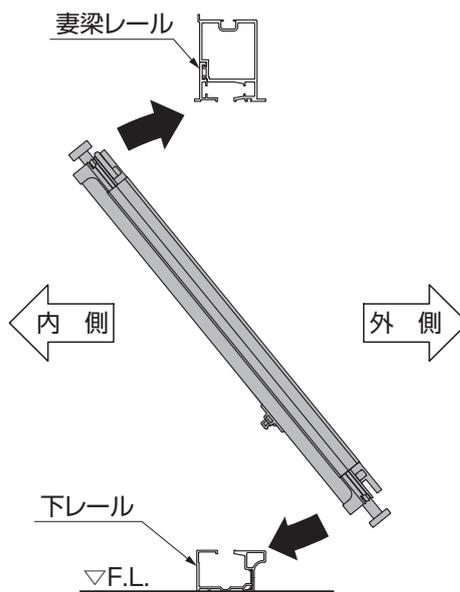

図2-9
①折戸パネルの上側を妻梁レールの内側の溝から、折戸パネルの下側を下レール外側の溝から、図2-9を参照して取付けてください。